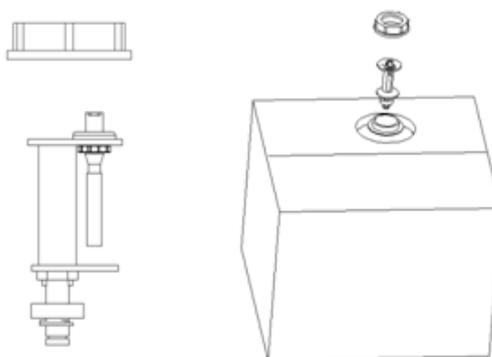

Рис. 3-5 Установка датчика уровня жидких отходов
2. Достаньте датчик уровня жидких отходов из коробки с принадлежностями и установите его, как показано на Рис. 3-5. При установке держите датчик уровня строго вертикально и затяните крышку с датчиком, чтобы исключить разбрызгивание жидких отходов.